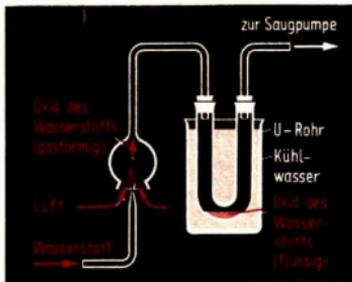

Abb. 47
**Vorsicht!** Wasserstoff wird an der Luft verbrannt. Das gasförmige Oxid wird aufgefangen und in einem U-Rohr abgekühlt (Abb. 47, S. 70).